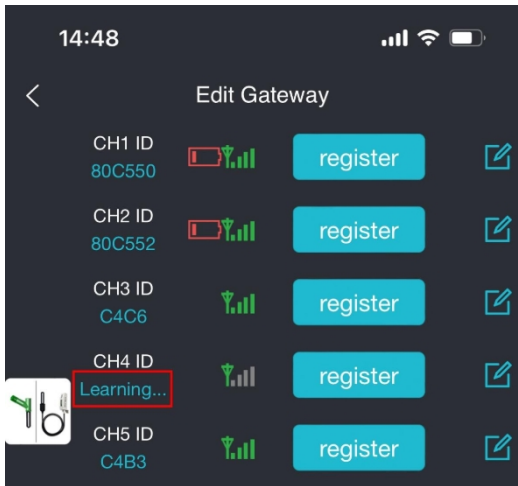

Abbildung 9
5. Anschließend wird der neue Sensor eingelesen und der alte Sensor gelöscht, wie in Abbildung 9 dargestellt.